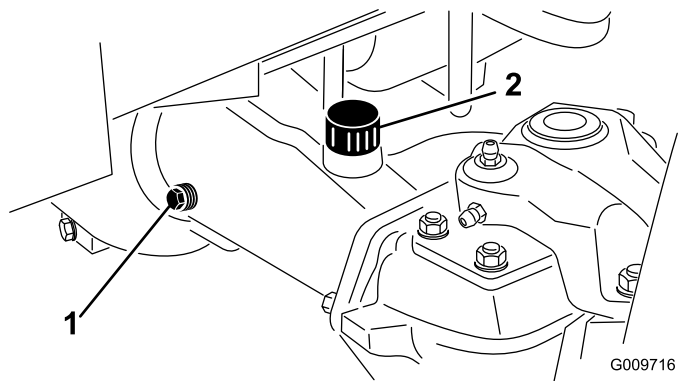

Bild 41
2. Entfernen Sie die Prüfschraube aus einem Ende der Achse (Bild 41) und stellen sicher, dass der Schmierstoff die Unterseite des Lochs erreicht. Entfernen Sie bei niedrigem Ölstand die Füllschraube (Bild 41) und füllen genug Öl ein, um den Stand bis an die Unterseite der Prüfschraubenöffnungen anzuheben.